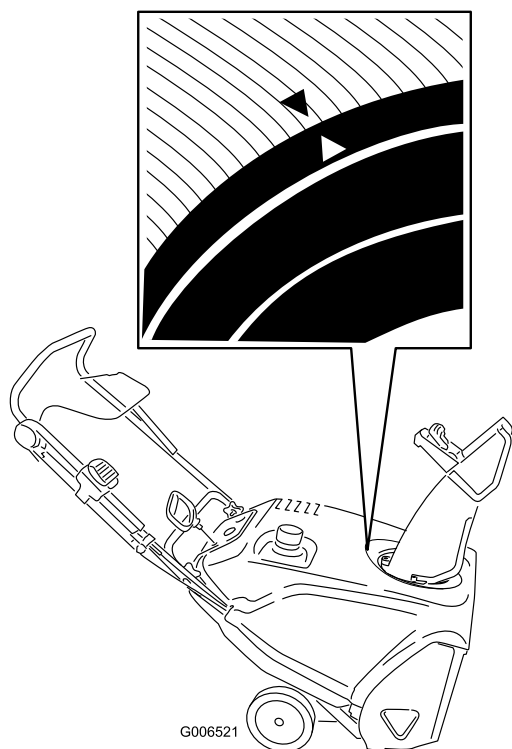

Figure 42
- Tournez le déflecteur en avant, en alignant la flèche située à l'arrière sur celle située sur le carénage (Figure 42).